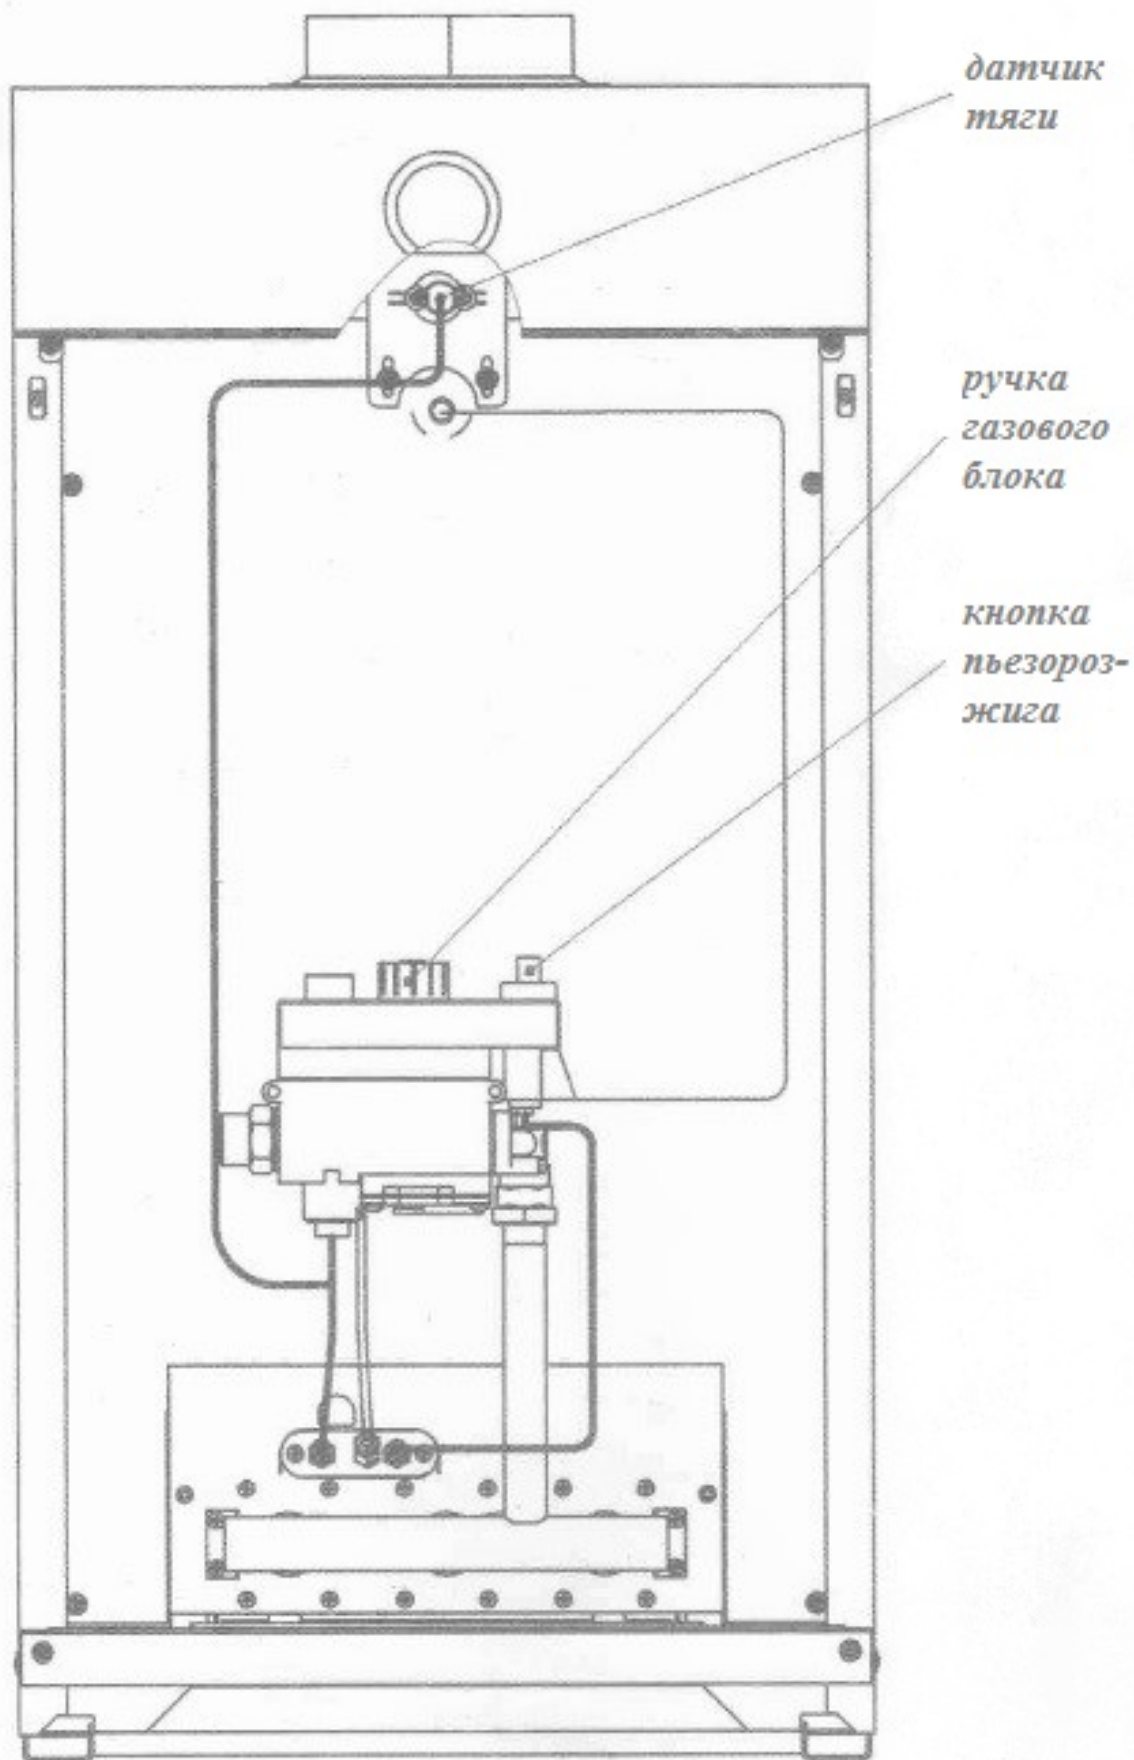

Рис.10. Особенности КОГВ «STRATTOS»20-30 кВт (дверца не показана)
- 8.3.2. Нажать на кнопку «Розжиг» до упора и, удерживая её, произвести 2-3 нажатия на кнопку пьезорозжига (см. рис.10). Допускается розжиг производить спичкой через смотровое окно.